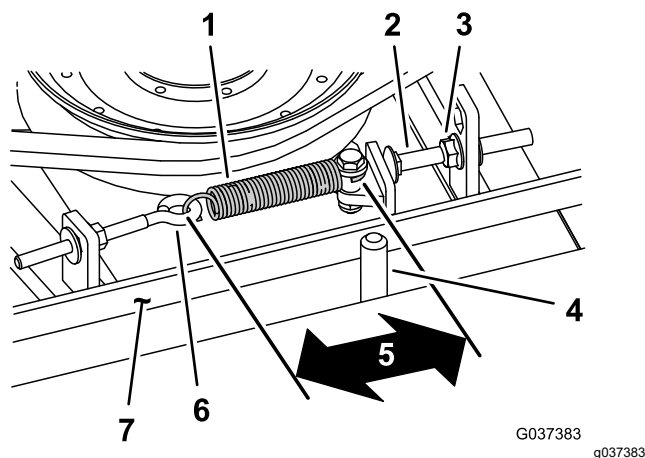

Figura 113
Quando a tensão estiver correta, a medida interior da mola de extensão (gancho a gancho) deverá ser de cerca de 8,3 cm a 9,5 cm. Logo que se obtenha a tensão correta da mola, ajuste o pino de fecho (parafuso da carroçaria) até haver uma folga aproximada de 2 a 5 mm entre a cabeça do parafuso e o braço intermédio (Figura 113).
Nota: Certifique-se de que correia está colocada no lado da mola do guia da correia (Figura 113).
2. Desaperte o parafuso com olhal permitindo a remoção da mola de extensão (Figura 113).
3. Desaperte a porca flangeada que prende o pino de fecho à patilha de montagem e afaste a polia intermédia da correia para libertar a tensão da correia (Figura 113).
9. Ligue a mola de extensão (Figura 113) ao parafuso de olhal e aplique a tensão na correia como se segue: